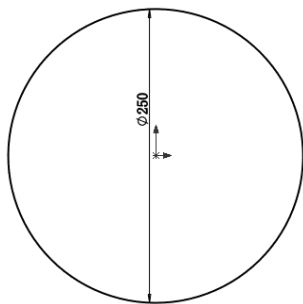

图 6-50 标注尺寸
3) 标注尺寸。单击“草图”控制面板中的“智能尺寸”按钮 ,标注步骤 2) 中绘制圆的直径,如图 6-50 所示。